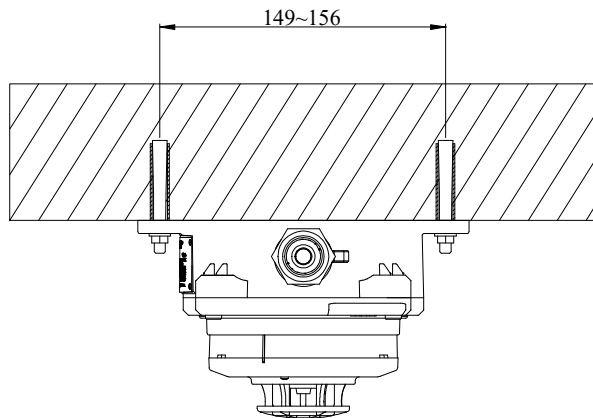

图 2 顶部安装示意图
2. 探测器安装在场所的顶部，使用两个 M6×60 的膨胀螺栓直接固定在顶部，并确认固定牢固。参见示意图 2